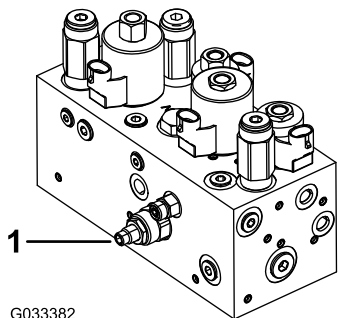

Bild 47
Der Hydraulikkreis zum Heben/Absenken der Schneideinheit besitzt ein Flusssteuerungsventil (Bild 47). Dieses Ventil wird ab Werk um ungefähr drei Umdrehungen geöffnet. Zum Ausgleichen unterschiedlicher Hydrauliköltemperaturen und Mähgeschwindigkeiten usw. müssen Sie dieses Ventil jedoch u. U. einstellen.
1. Klappen Sie den Sitz hoch und finden Sie das Flusssteuerungsventil für den mittleren Zugrahmen (Bild 47), das sich an der Seite des Hydraulikverteilers befindet.